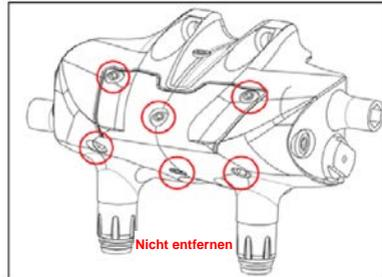

Abb. J-2 Schrauben nicht entfernen
- Bitte entfernen Sie nicht die Schrauben von der hydraulischen Kappe im eingekreisten Zylinderabschnitt; bei Entfernen der Schraube können unvorhersehbare Fehlfunktionen auftreten. (**Abb. J-2**)